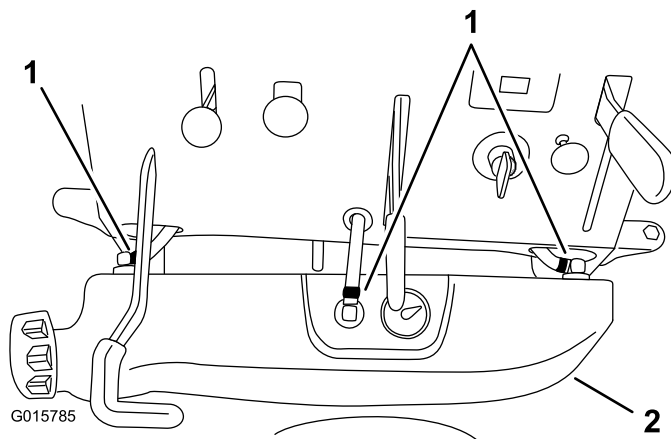

Bild 4
9. Heben Sie den Tank soweit wie möglich hoch und nach vorne (Bild 4).
10. Lösen Sie die Schlauchklemmen, um die drei Entlüftungsschläuche vom Kraftstofftank abzuschließen (Bild 4).